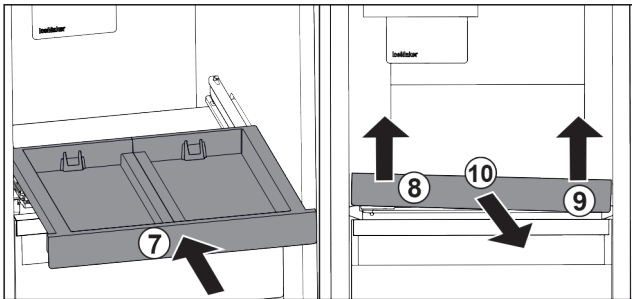

Fig. 86
- ▶ Uitschuifplateau erin schuiven. Fig. 86 (7)
- ▶ Uitschuifplateau linksvoor optillen. Fig. 86 (8)
- ▶ Uitschuifplateau rechtsvoor optillen. Fig. 86 (9)
- ▶ Uitschuifplateau er naar voren uitnemen. Fig. 86 (10)